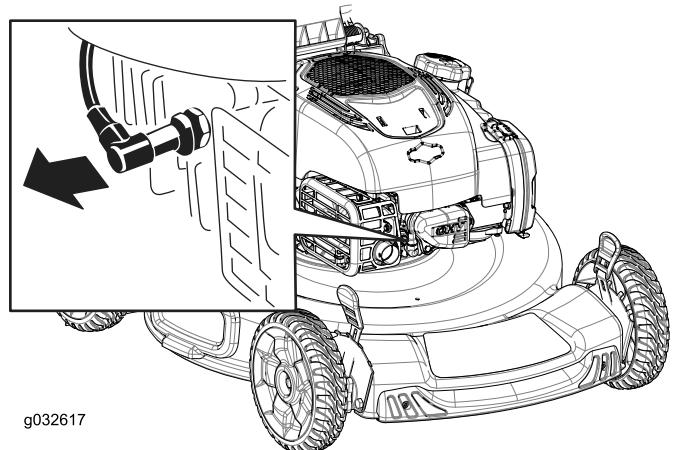

Bild 29
- Ziehen Sie den Kerzenstecker von der Zündkerze ab (Bild 29).